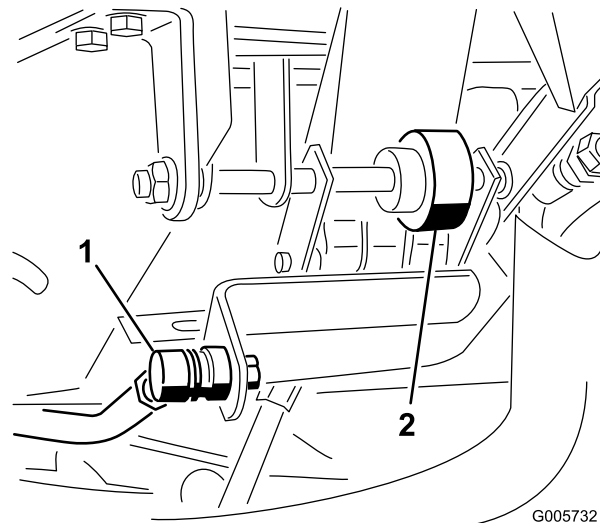

Figura 69
4. Ajuste el extremo de la varilla de control (Figura 69) hasta obtener un espacio de 3 mm entre la parte superior del tornillo de tope del pedal de tracción y el pedal. Apriete las contratuercas.
1. Afloje las dos tuercas que fijan el eje del pedal de tracción en el lado derecho del pedal (Figura 69).